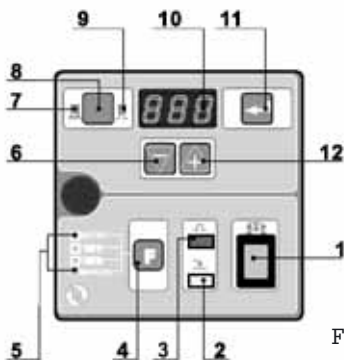

Fig. 23
9.4 - MANDOS DE LA BOMBA DLS-CC (Fig.23)
9.6 - PROGRAMACIÓN DE LOS PARÁMETROS (Fig.23)